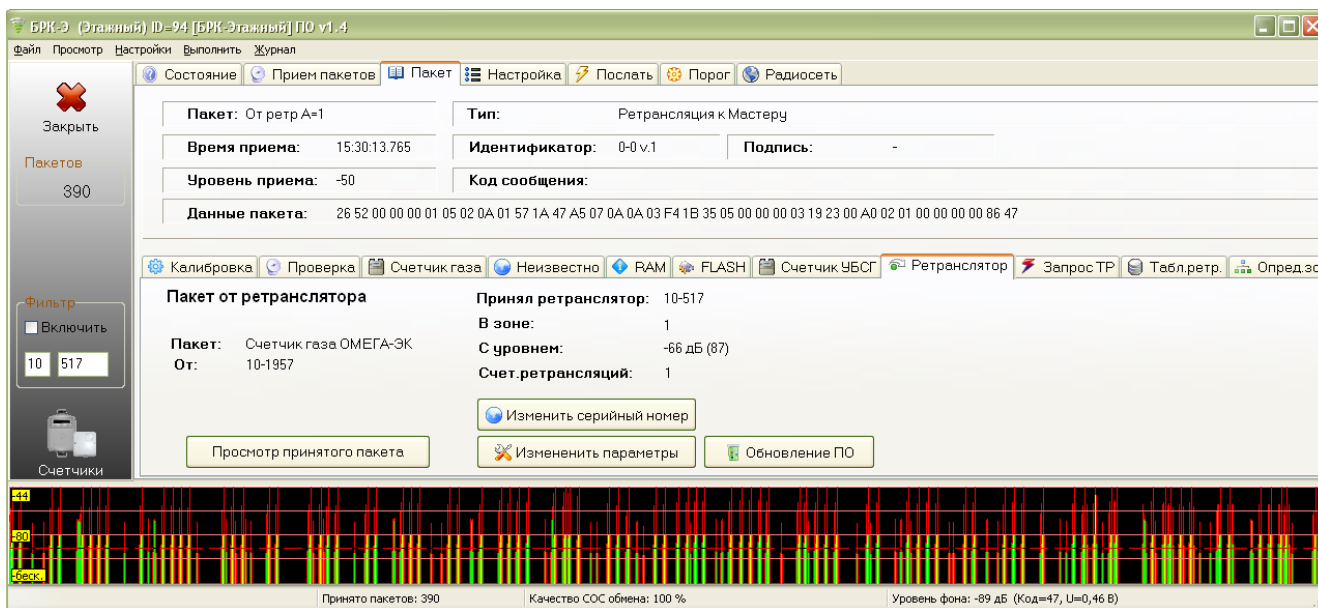

Рисунок 30 - Просмотр информации радиопакета ретранслятора
2) Выбрать радиопакет (отобразиться темным фоном) настраиваемого ретранслятора и перейти на вкладку «Пакет» (рисунок 30).
Ретранслятор позволяет дистанционно сменить свой серийный (заводской) номер, который является идентификатором ретранслятора в сети. На вкладке «Радиосеть» навести указатель «мышки» на ретранслятор, у которого требуется сменить заводской номер, нажать на правую кнопку «мышки» и в контекстном меню выбрать команду «Изменить серийный номер» или на вкладке «Ретранслятор» пакета (рисунок 30). Откроется окно ввода нового номера ретранслятора (рисунок 36).